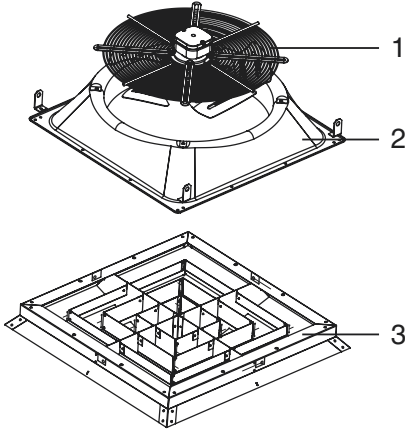

Рис.1
5.1 Дестратификатор состоит из корпуса, изготовленного из высококачественного пластика, вентилятора и анемостата, дающего возможность направления струи воздуха. Оптимальная дальность и рассеяние струи воздуха достигается при помощи специального профиля жалюзи (рисунок 1).